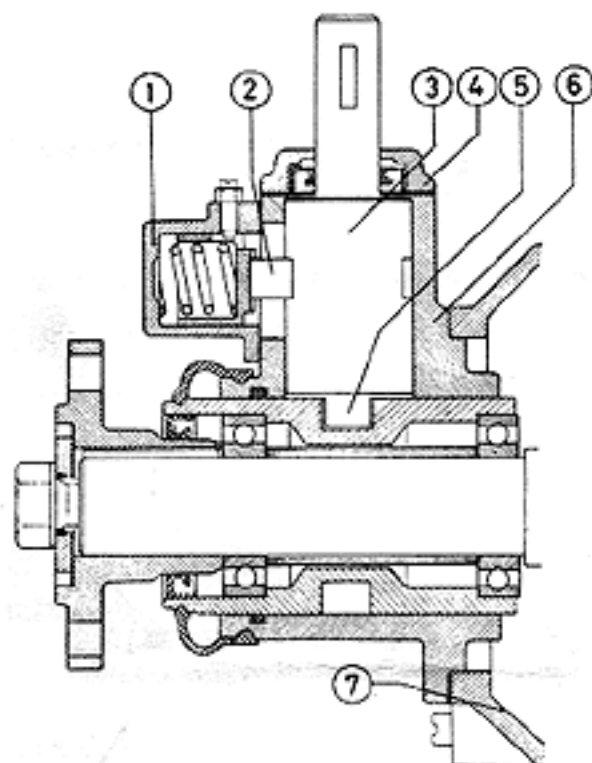
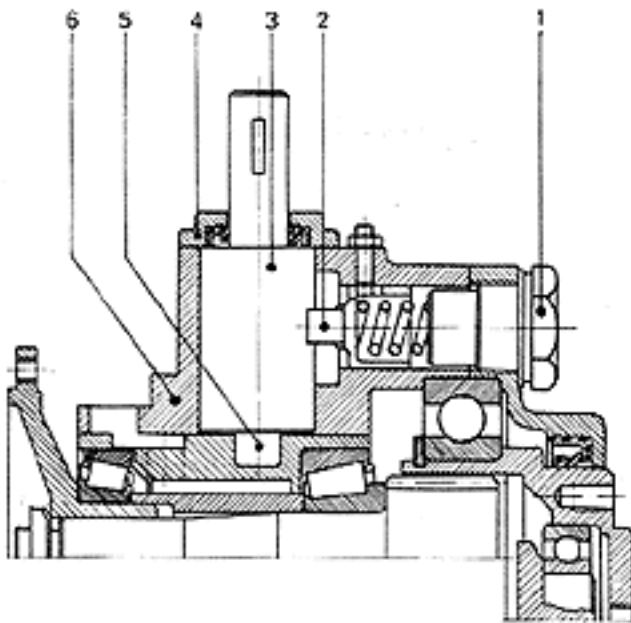

Fig. 10 Manövermekanism
Fig. 11 Manövermekanism
3. Lossa skruvarna som håller lagerhuset (6 enl. fig. 10) fäst till huset (7). Drag lagerhuset akteröver några millimeter (underlättas genom försiktig inkoppling med spaken). Stick en kniv mellan tätningsytorna och lossa försiktigt packningen så att den endast sitter fast i ena tätningsytan.
1. Lossa spärrhuset (1 fig. 10) alt. spärrskruven (1 fig. 11) och lyft ur spärrtappen (2).
2. Lossa locket (4) utan att draga det av axeln.
3. Lyft axeln (3) med locket (4) ur huset och vrid axeln 180° (ett halvt varv). Vrid även medbringaren (5) ett halvt varv och montera axeln.